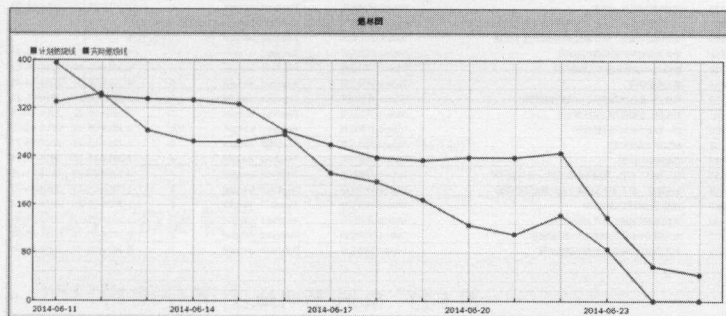

图 5-21 燃尽图
- 第二步，**Master** 根据燃尽图（见图 5-21）确定是否需要制定 Catch up 计划。